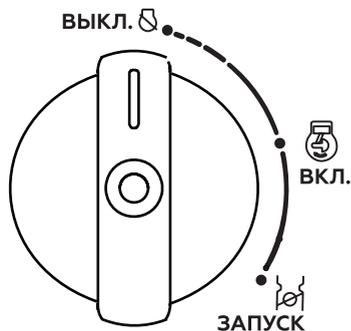

Рис. 14. Положения многофункционального рычага
5. Поверните многофункциональный рычаг сначала в положение «ВКЛ.», затем в положение «ЗАПУСК» (Рис. 14). При этом включается цепь зажигания, открывается топливный кран и закрывается воздушная заслонка карбюратора.
При запуске прогретого двигателя воздушную заслонку карбюратора закрывать не нужно. При запуске прогретого двигателя устанавливайте многофункциональный рычаг в положение «ВКЛ.» (Рис. 14).
7. По мере прогрева двигателя (как только двигатель начнёт «захлёбываться») постепенно открывайте воздушную заслонку (поворачивайте многофункциональный рычаг из положения «ЗАПУСК» в положение «ВКЛ.») (Рис. 14). Прогрев двигателя в зависимости от температуры окружающей среды занимает не более 1 минуты.
При возникновении аварийной ситуации, для экстренной остановки двигателя генератора поверните многофункциональный рычаг в положение «ВЫКЛ.» (ВЫКЛЮЧЕНО) (Рис. 14).
3. Поверните многофункциональный рычаг в положение «ВЫКЛ.» (ВЫКЛЮЧЕНО) (Рис. 14).